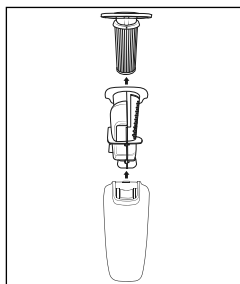

Fig. 14
- ◆ Depois, retire o filtro HEPA 20 e o filtro grosso 19 do depósito de resíduos 10 (ver fig. 14). Sacuda as duas peças sobre um balde do lixo ou algo similar. Se necessário, pode lavar o filtro HEPA 20 com água limpa. Depois, deixe-o secar completamente ao ar.